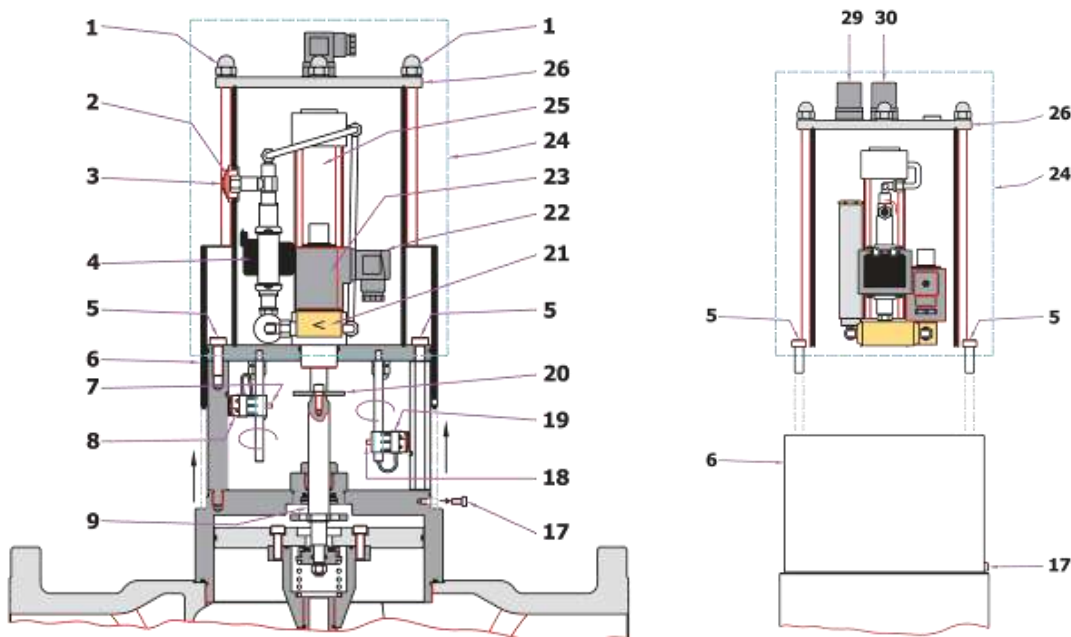

Рис.10
- Ослабить крепежный винт (17) и поднять кожух (6) в положение, как показано на рис. 10.
- Для регулировки расхода необходимо ослабить винт (18) и установить микропереключатель (19), сдвинув его вдоль вала в необходимое направление (для уменьшения расхода газа микропереключатель (19) поднимать вверх). Как только положение микропереключателя (19) будет определено, затянуть винт (18). Диапазон характеризуется минимальным и максимальным расходом газа.
- Регулировать скорость открытия затвора можно только в версии «R», оснащенной этой опцией. Для регулировки необходимо снять крышку (3). При помощи торцевого ключа 14 мм поверните винт (2), скорость открытия возрастает по мере поворачивания стрелки в вертикальное